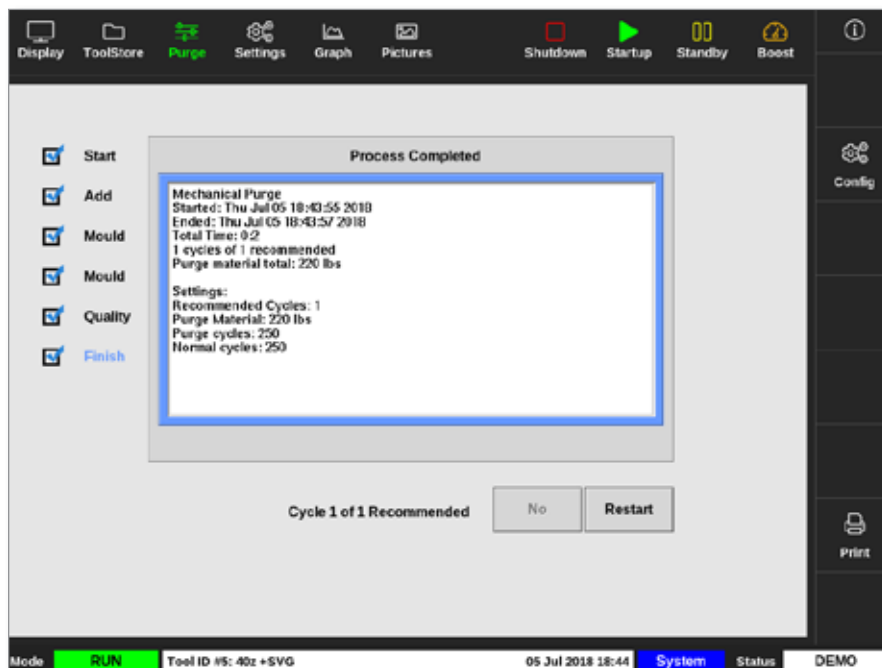

Figure 6-9 Souhrnná obrazovka mechanického čištění
6. Finish (konec): Systém zobrazí souhrnnou obrazovku. Viz Figure 6-9.